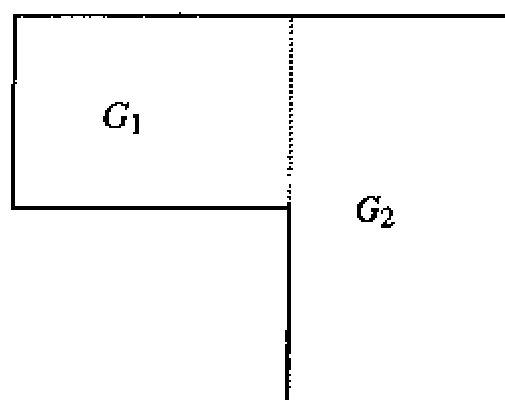

图 5-3
- 为了便于形成刚度矩阵和求解线性方程组，本例将求解区域分为两个子区域 G_1, G_2 ，如图 5-3。